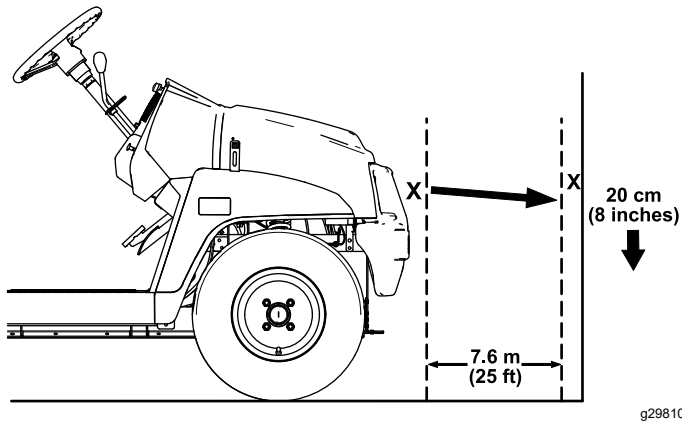

Figura 40
1. Aparque la máquina en una superficie nivelada con los faros a unos 7.5 m (25') de una pared (Figura 40).
La parte más brillante del haz del faro debe estar a 20 cm (8") por debajo de la marca hecha en la pared (Figura 40).